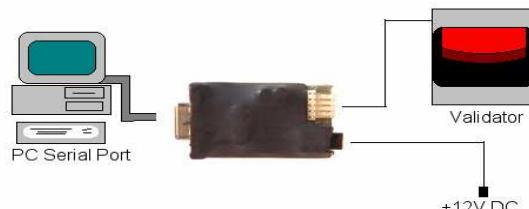

Рисунок 20 – Подключение DA1 к NV9 и PC для перепrogramмирования
Если Вы используете операционную систему Windows 95/98/NT™, Pentium™ (© Microsoft and Intel), то подключите DA1 к NV9 так, как показано ниже (см. Рисунок 20), используя переходник с 16-ти на 5 выводов. Провод для подачи питания +12(B) на одном конце имеет Джек, 3.5(мм), а на другом два разъема: красный и черный. Подключите +12(B) к разъему красного цвета, а 0(B) к разъему черного цвета.